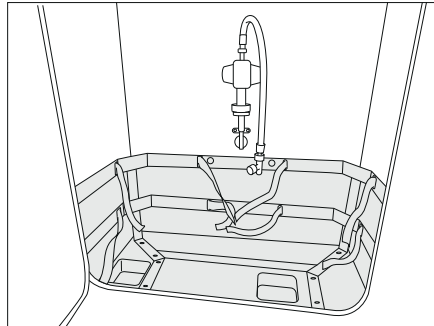
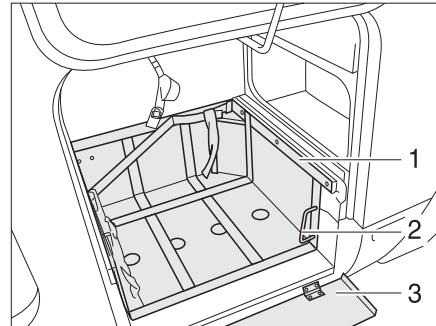

Bild 169 Gaskasten
Bild 170 Gaskasten, mit ausziehbarem Schlitten (Variante 1)
- Wenn ein Schutzblech vorhanden ist, das Schutzblech (Bild 170,3) nach unten klappen.
- Den Schlitten (Bild 170,1) über den Griff (Bild 170,2) entriegeln.
- Schlitten (Bild 170,3) bis zum Anschlag herausziehen.
- Griff (Bild 170,2) zurückdrehen.
- Den Schlitten (Bild 170,3) über den Griff (Bild 170,2) entriegeln.
- Schlitten (Bild 170,3) bis zum Anschlag einschieben und Griff (Bild 169,2) zurückdrehen.
- Wenn ein Schutzblech vorhanden ist, das Schutzblech (Bild 170,1) nach oben klappen.